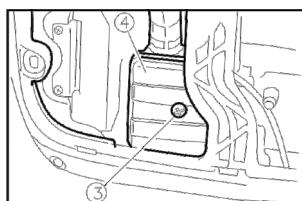

Рис.21
- Открутите винт (3) и снимите крышку воздушного фильтра (4) (рис. 21).